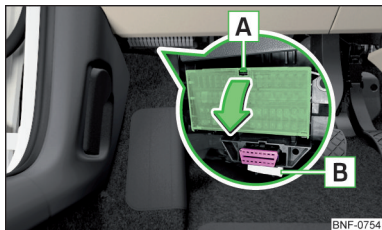

Fig. 134
Sikringerne er placeret under rattet på undersiden af instrumentpanelet » Fig. 134.
- Tryk på låsetappen **A** » Fig. 134.